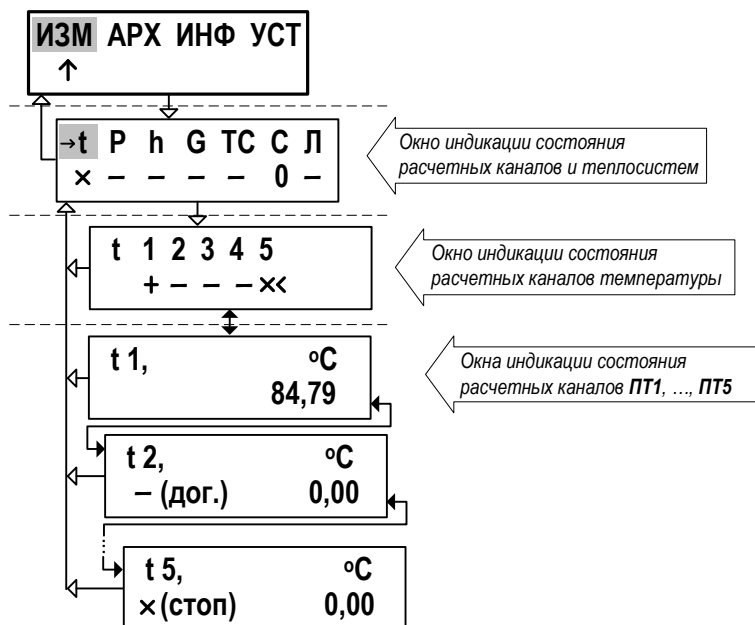

Рис.15. Отображение окон индикации состояния.
6.6.5.1. При возникновении отказов датчиков, НС в расчетных каналах или ТС в окнах индикации меню **ИЗМ** начинается отображение одного либо нескольких информационных символов. Ока индикации, содержащие информационные символы, выстроены в несколько уровней (рис.15).